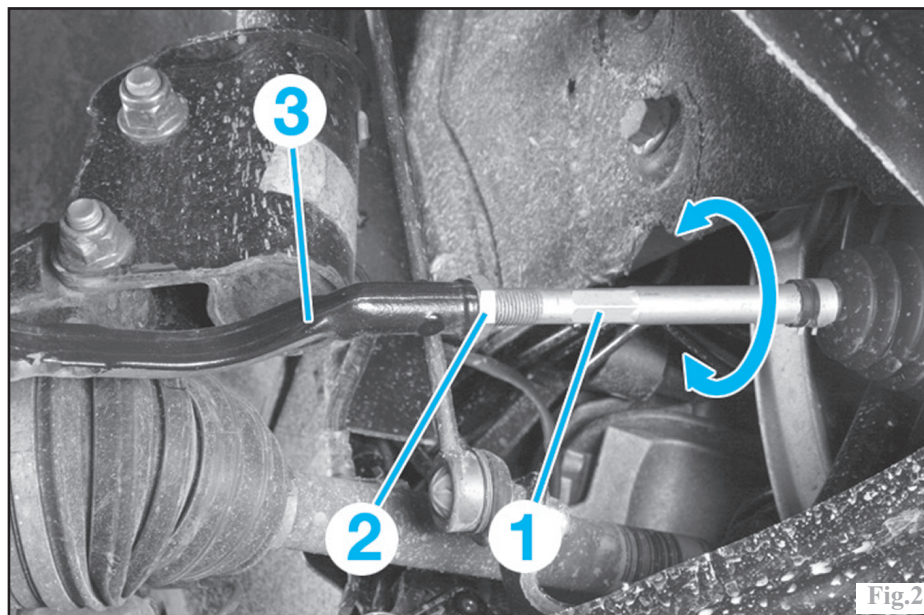

Fig.2
Le parallélisme se règle par l'allongement ou le raccourcissement symétrique de la longueur des biellettes de direction (1), en les tournant par leur empreinte hexagonale, après avoir desserré les contre-écrous (2) des rotules de direction (3) (Fig.2).